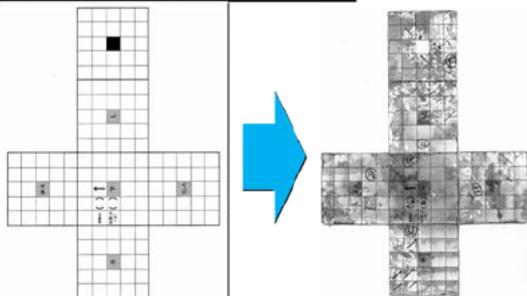
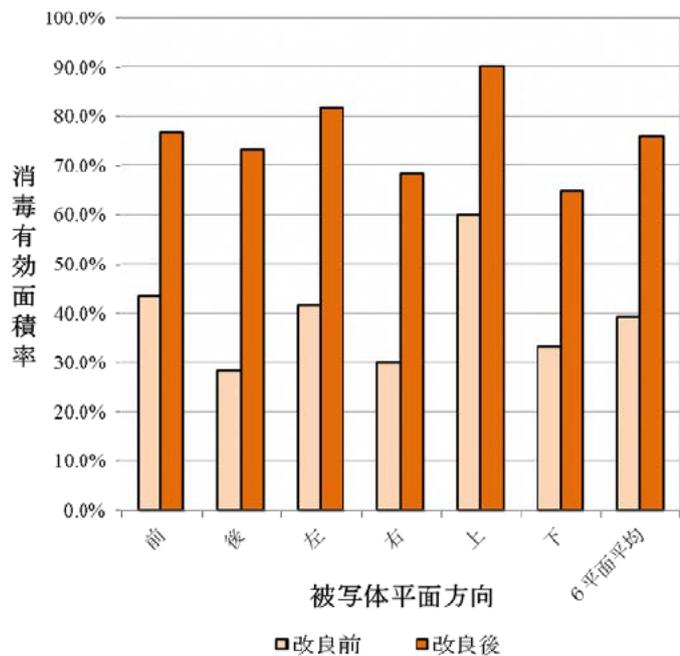

図3 車体底部への消毒液散布効果検証手法
図4 車体底部への消毒液散布効果検証結果
4. 目視判定が困難な車体底部の散布効果検証を目的に、一辺 70mm の画用紙製の立方体を検証車輻（1.5t トラック）底面の対角線上に計 5 個吊下して本装置を通過させたうえで、染色材を混合した消毒液が均一に付着した面積の平均比率を「消毒有効面積率」として、改良前の装置（噴射孔：鉛直方向）と改良後の装置（噴射孔：10° 傾斜方向）で比較を行なったところ、全 6 方向の被写体平面いずれも値が上昇し、6 平面の平均では改良前 39%に対して改良後 76%と大幅に上昇する（図 3、図 4）。